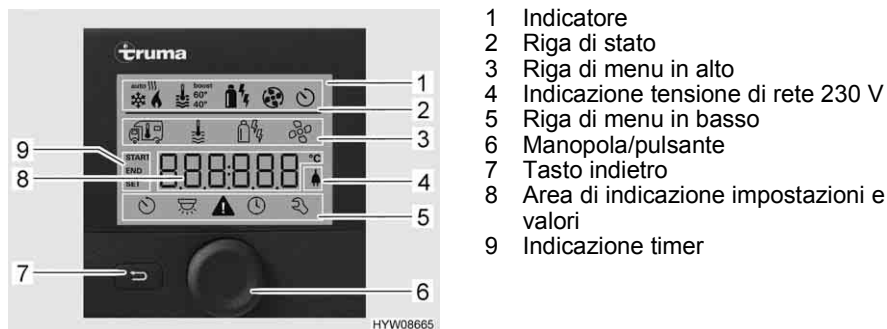
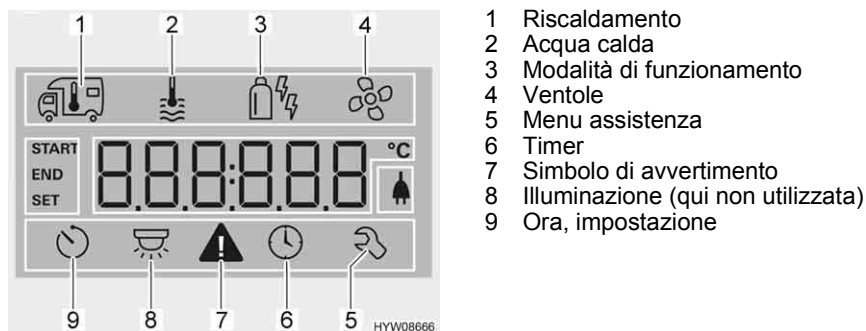

Fig. 142 Centralina di controllo con indicazioni
Fig. 143 Display
- Riga di stato (Fig. 142,2)
- Riga di menu in alto (Fig. 142,3)
- Area di indicazione (Fig. 142,8)
- Riga di menu in basso (Fig. 142,5)
- Premere la manopola/il pulsante (Fig. 142,6) per circa 3 secondi. Vengono visualizzate entrambe le righe di menu (Fig. 142,3 e Fig. 142,5). Il primo simbolo lampeggia.
- Ruotare la manopola/il pulsante (Fig. 142,6), finché viene visualizzato il simbolo del menu desiderato.
- Premere la manopola/il pulsante per memorizzare il valore impostato. Se il valore impostato originariamente non deve essere modificato: Premere il tasto indietro (Fig. 142,7).
- Ruotare la manopola/il pulsante (Fig. 142,6), finché il simbolo del menu del riscaldamento (Fig. 143,1) lampeggia.
- Premere la manopola/il pulsante per memorizzare il valore impostato. Il simbolo nella riga di stato lampeggia (Fig. 142,2), finché viene raggiunta la temperatura impostata. Se il valore impostato originariamente non deve essere modificato: Premere il tasto indietro (Fig. 142,7).
- Ruotare la manopola/il pulsante (Fig. 142,6), finché il simbolo del menu relativo alla modalità di funzionamento (Fig. 143,3) lampeggia.
- Premere la manopola/il pulsante per memorizzare la modalità di funzionamento impostata. Se il valore impostato originariamente non deve essere modificato: Premere il tasto indietro (Fig. 142,7).
- Ruotare la manopola/il pulsante (Fig. 142,6), finché il simbolo del menu delle ventole (Fig. 143,4) lampeggia.
- Ruotare la manopola/il pulsante (Fig. 142,6), finché il simbolo del menu del timer (Fig. 143,6) lampeggia.
- Premere la manopola/il pulsante. Il timer è attivato. Il simbolo del timer (Fig. 143,6) lampeggia quando il timer è programmato e attivo.
In caso di avviso, il relativo simbolo lampeggia (Fig. 143,7). Il riscaldamento rimane in funzione. Se si tratta solo di un guasto temporaneo, il simbolo di avvertimento si spegne autonomamente.